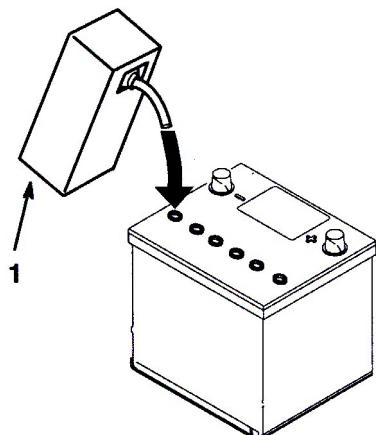

図 3
4. 電極板が液を吸収するまで20~30分間程度待つ。各セルの電極板が液面下 6 mm 程度に水没するように、必要に応じて電解液を補充する(図3)。